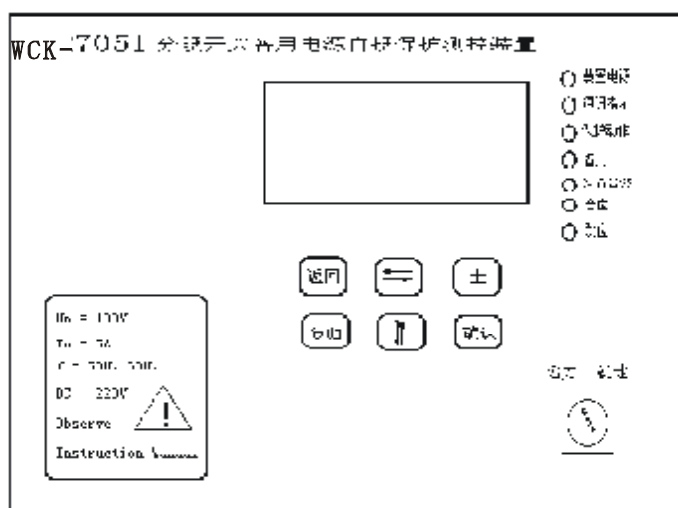

图 6.2 WCK-7051 分段开关备自投保护测控装置面板布置图
2.6.1 WCK-7051 分段开关备自投保护测控装置面板布置见图 6.2